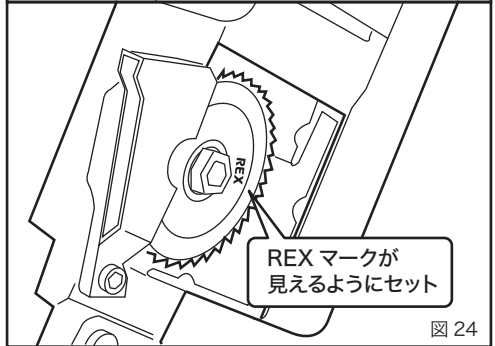

図 24
- ④刃物の取付け方向は REX マーク及び文字が刻印されている面を表に向けて取り付けてください。(図 24)
- ⑤刃物の交換が終わったら、必ずカバーを取り付け、止めねじをしっかり取り付けてください。